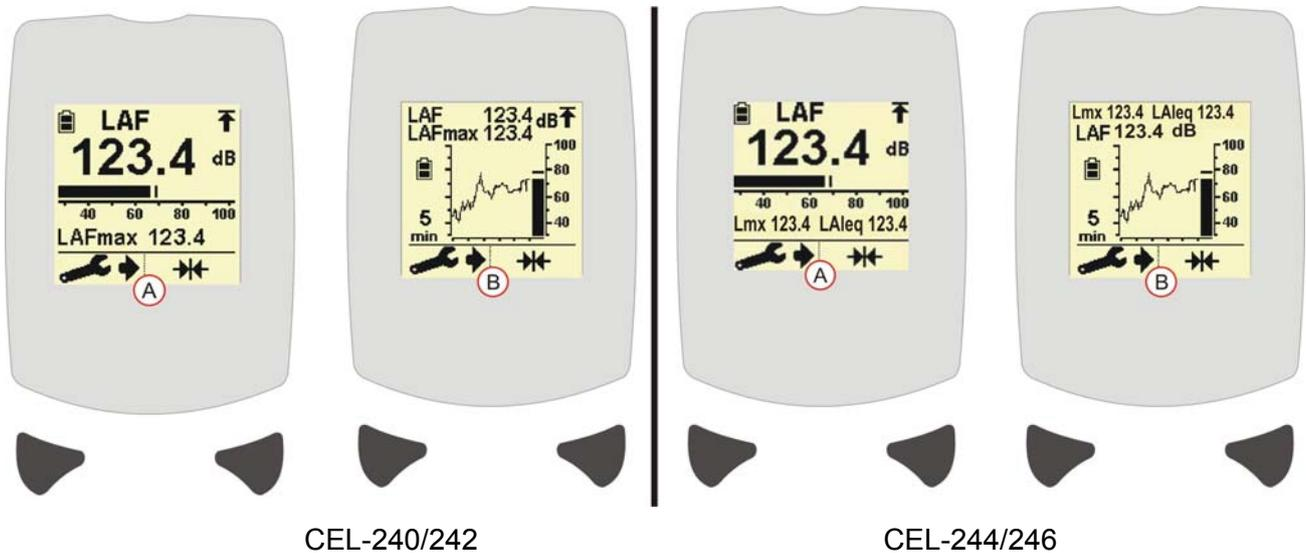

图 4 CEL-200 序列条形图和时间历史屏幕
4. “条形图”（请参阅图 4 [A]）或“时间历史”（请参阅图 4 [B]）将显示。若要更改“时间和频率加权特性”或显示类型，请参阅设备设置。
按 (B) 键，可以将“主显示屏幕”在条形图和历史时间图（请分别参阅图 4 (A) 和 (B)）之间进行切换。